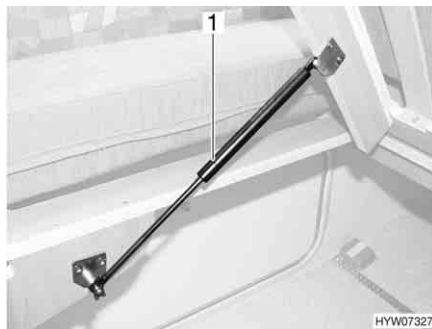

Fig. 118 Lit fixe
- Soulever le sommier à lattes. Les ressorts à pression de gaz (Fig. 118,1) maintiennent le sommier à lattes en position ouverte.